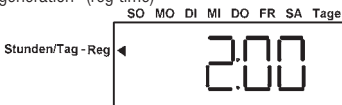

Abb.15
- Drücken Sie **↓↑** bis die gewünschte Regenerationsuhrzeit auf dem Display erscheint (Abb. 15).